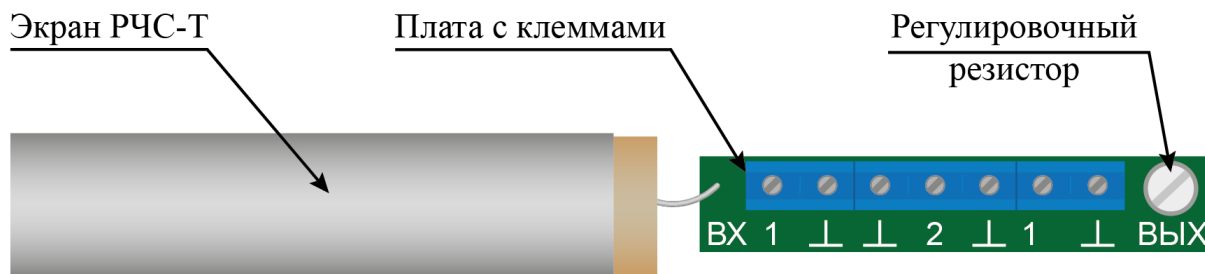

Рисунок 7.32
– отсоединить гермовводы каждого РЧС-Т, вынуть экраны с платой (рисунок 7.32), выдвинуть платы из экрана для обеспечения доступа к регулировочному резистору;
– установить регулировочный резистор (рисунок 7.32) каждого РЧС-Т в положение максимальной чувствительности (вращать по часовой стрелке до упора), при этом сигнальный светодиод БОС может загореться;